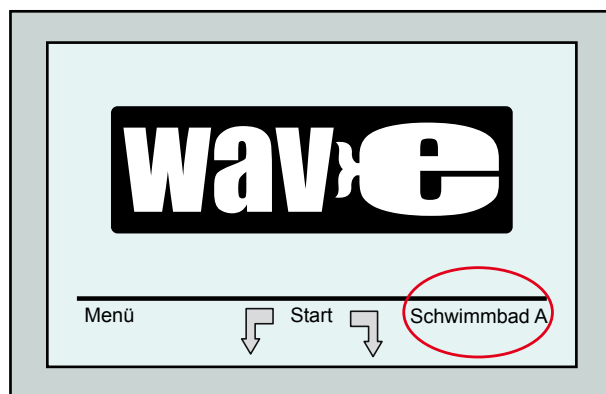

Abbildung 8: Wave-Bildschirm mit Schwimmbadtyp A als Standardeinstellung
3. Schalten Sie die Stromversorgungseinheit an. Der Wave-Bildschirm der MMI-Konsole (Abbildung 8) erscheint auf der Startseite.
1. Öffnen Sie den Wave-Bildschirm. Wie Sie in Abbildung 8 sehen können, ist "Schwimmbadtyp A" die augenblicklich ausgewählte Einstellung.
1. Klicken Sie im Wave – Bildschirm auf die auf der rechten Bildschirmseite angezeigte Schwimmbad-Einstellung (siehe Abbildung 8), um den Bildschirm *Schwimmbad-Profile* zu öffnen.